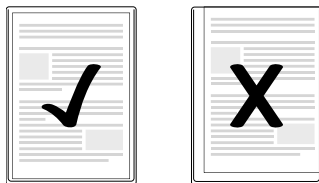

Fig. 1
- Vær opmærksom på, at alle dokumentets kanter skal have mindst to millimeters afstand til folielommens kant som vist på fig. 1.
- ▶ Vær opmærksom på, at alle dokumentets kanter skal have mindst to millimeters afstand til folielommens kant som vist på fig. 1.